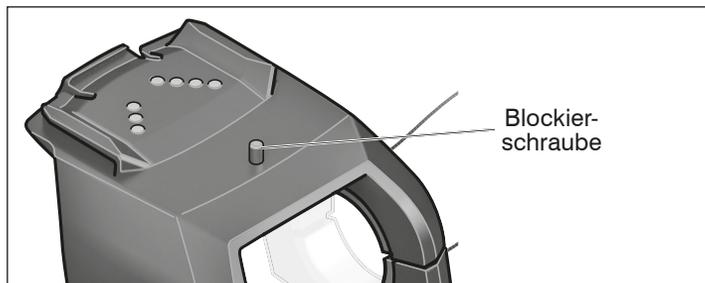

Abb.: B-8 Exemplarische Darstellung der Halterung ohne Bediencomputer.
3. Schrauben Sie die Blockierschraube (M3 × 8 mm) von unten in das Gewinde der Halterung hinein (siehe *Bild B-8*).